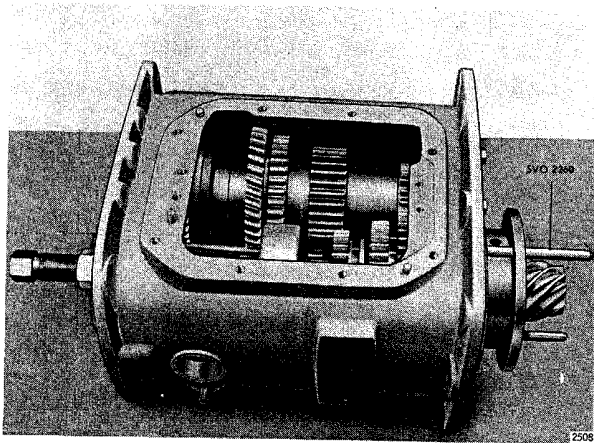

Fig. 84.
10. Dra ut lagerhuset en bit på styripinnarna. Fig.84.